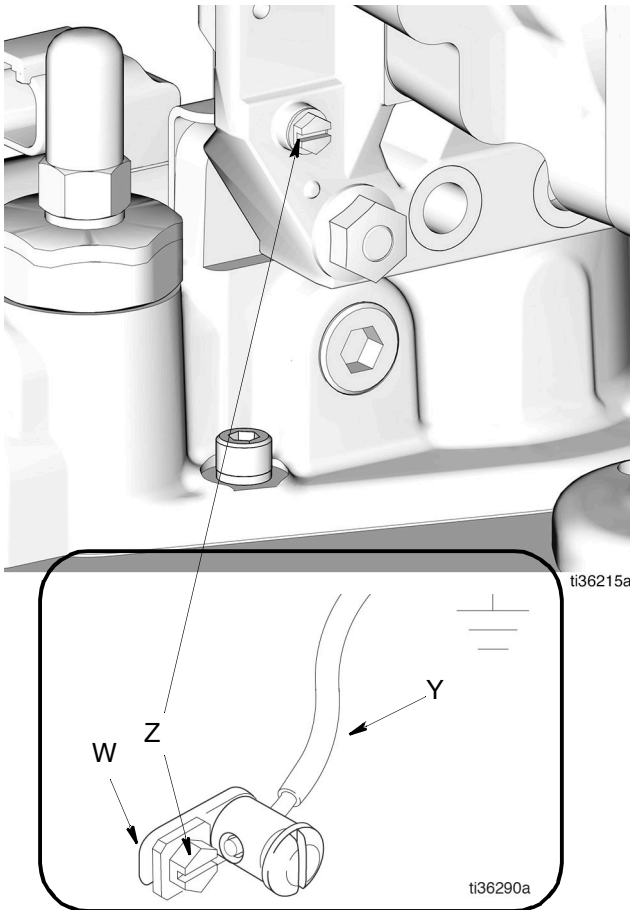

图 1
泵接地：拆下齿轮箱背后的接地螺丝 (Z)，将其插入，穿过接地线 (Y) 端头处环端子 (W) 的孔眼。将接地螺丝 (Z) 固定回泵上并拧紧。将接地导线 (Y) 的另一端连接到地表面(图 1)。要订购接地线和线夹，请订购零件号为 222011 的零部件。